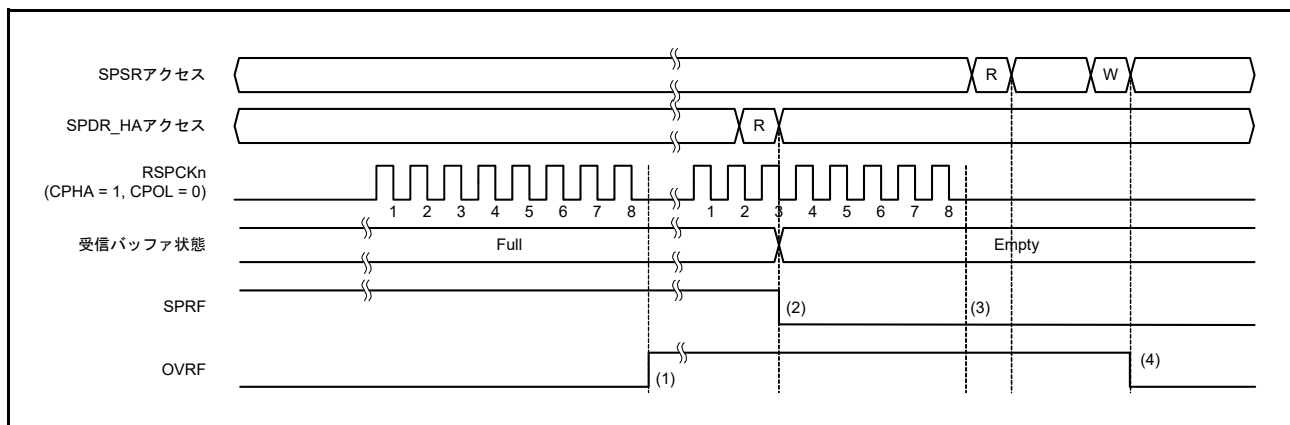

図 32.32 OVRF フラグおよび SPRF フラグの動作例
図 32.32 に、OVRF フラグと SPRF フラグの動作例を示します。図 32.32 に記載した SPSR アクセスと SPDR\_HA アクセスは、それぞれ SPSR、SPDR\_HA レジスタへのアクセス状況を示しています。“W” は書き込みサイクル、“R” は読み出しサイクルを示しています。図 32.32 では、SPCMDm.CPHA ビットが 1、SPCMDm.CPOL ビットが 0 の設定で、SPI が 8 ビットのシリアル転送を実行しています。RSPCKn 波形の下に記載した数字は、転送ビット数などの RSPCK サイクル数を示しています。
以下に、図 32.32 の (1) ~ (4) に示したタイミングでのフラグの動作内容を説明します。
- (1) SPRF フラグが 1 (受信バッファフル) の状態でシリアル転送が終了すると、SPI がオーバーランエラーを検出し、OVRF フラグを 1 にします。SPI はシフトレジスタのデータを受信バッファにコピーしません。また、SPPE ビットが 1 であってもパリティエラーの検出は行いません。SPI0 のマスタモードの場合、SPI は SPCMDm ポインタの値を SPSR.SPECM[2:0] ビットにコピーします。
- (2) SPDR/SPDR\_HA レジスタを読み出すと、SPI は受信バッファのデータを出力します。その後、SPRF フラグが 0 になります。受信バッファが空になっても、OVRF フラグは 0 になりません。
- (3) OVRF フラグが 1 の状態 (オーバーランエラー) でシリアル転送が終了した場合には、SPI はシフトレジスタのデータを受信バッファにコピーしません (SPRF フラグは 1 になりません)。受信バッファフル割り込みも発生しません。また、SPPE ビットが 1 であってもパリティエラーの検出は行いません。SPI0 のマスタモードの場合、SPI は SPSR.SPECM[2:0] ビットを更新しません。オーバーランエラー発生状態で、SPI がシフトレジスタから受信バッファへ受信データをコピーしなかった場合でも、シリアル転送が終了すると SPI はシフトレジスタを空であると判定します。これにより、送信バッファからシフトレジスタへのデータ転送が可能な状態になります。
- (4) OVRF フラグが 1 の状態で SPSR レジスタを読んだ後、OVRF フラグに 0 を書くと、OVRF フラグは 0 になります。